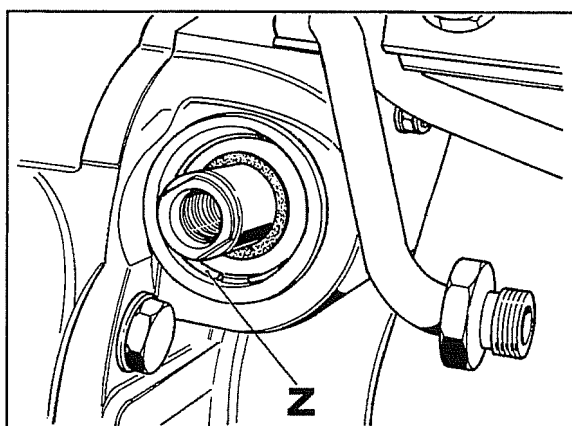

Fig. 71
4. Con apposito tampone battere e fare arretrare all'interno il coperchio **E** del cilindro fino a scoprire l'anello elastico **Z** fig. 71, quindi estrarre l'anello.